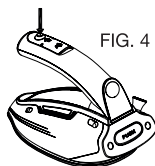

FIG. 4
- Appuyez sur la commande vapeur (8) pour générer un jet de vapeur qui pénètre les tissus afin d'éliminer les faux plis tenaces. Si le voyant de régulation s'allume, patientez quelques secondes avant d'appuyer de nouveau sur la commande vapeur (figure 4).